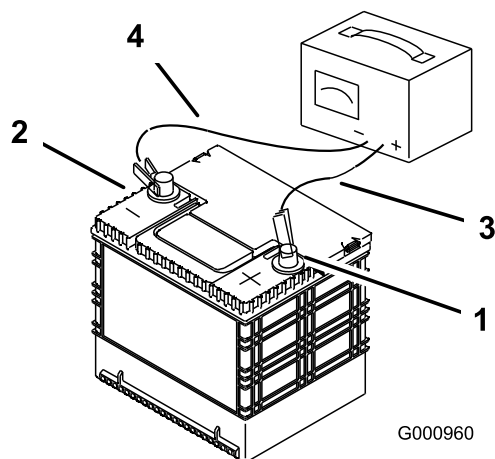

Figure 24
2. Quand la batterie est chargée au maximum, débranchez le chargeur de la prise, puis débranchez les fils du chargeur des bornes de la batterie (Figure 24).